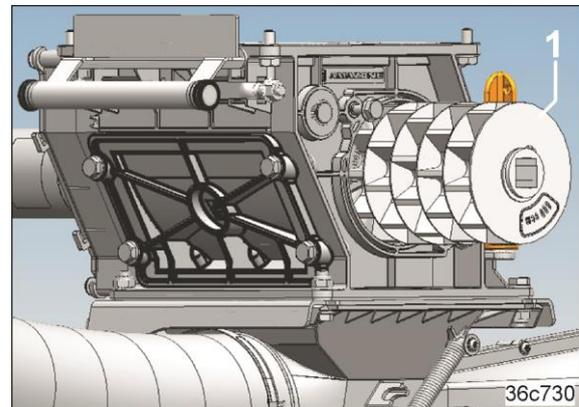

Fig. 233
- Die Dosierwalze (Fig. 233/1) herausziehen.